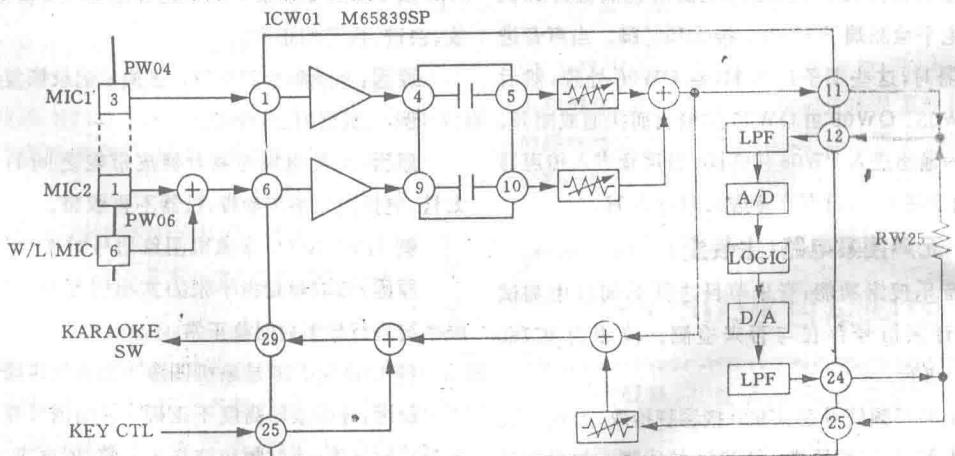

图 8-3 传声器放大器和声电路
并进入回声电路的低通滤波器(接⑫脚)。通过低通滤波器的传声器信号被模拟/数字转换, 进入数字延迟电路, 被延迟约 130ms。然后, 信号被模拟/数字转换, 通过低通滤波器而在接⑭脚输出。延迟信号被分割为两个: 一个通过接⑬脚回到集成电路, 通过电子音量控制器, 然后与上述的传声器声音加起来。另一个在通过反馈电阻器 RW25 时再一次进入回声电路的输入低通滤波器, 然后被延迟 130ms。通过反复本程序, 将会创作出回声。含有传声器信号和回声信号的新的信号再与通过接⑭脚进入的调控制声音加在一起, 在接⑮脚输出。这样产生的信号进入卡拉OK 转换电路。这些动作如图 8-3 所示。